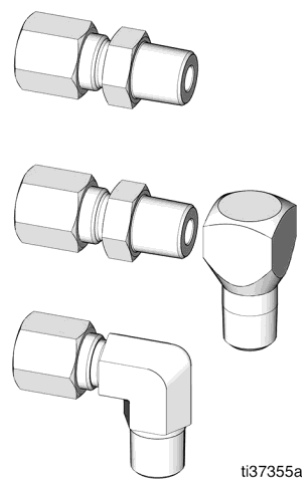

Рис. 3
3. В комплект входят различные насадки, коленчатые патрубки, прямая прессуемая арматура и угловой фитинг (Рис. 3). Совместите элементы и фитинг, входящие в комплект, и установите вместо пресс-масленок.